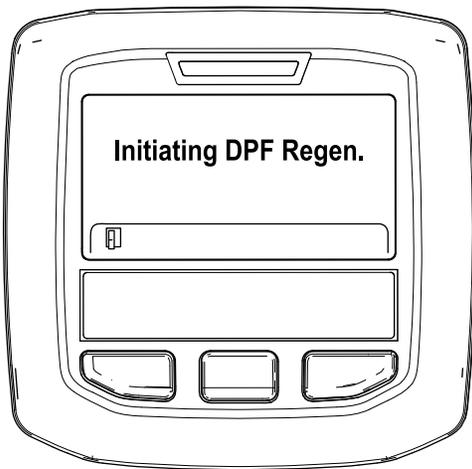

Рисунок 49
- A. Появится сообщение «Initiating DPF Regen.» («Начало регенерации DPF») (Рисунок 49).